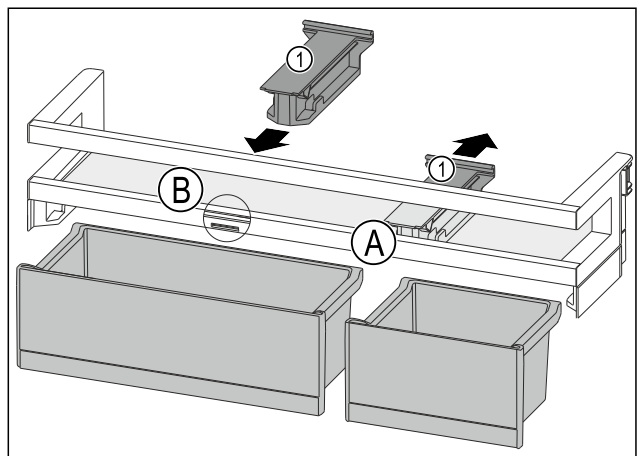

Fig. 113
- ▶ Halteteil Fig. 113 (1) in Position Fig. 113 (A) nach hinten abziehen.
- ▶ Halteteil Fig. 113 (1) in Position Fig. 113 (B) einsetzen.